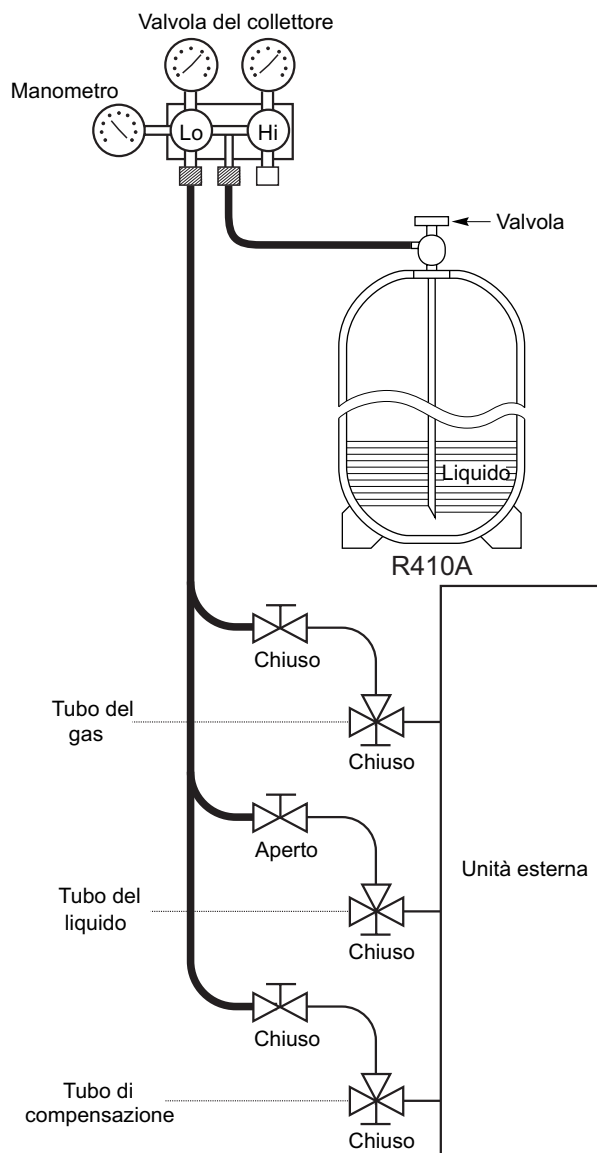

Fig. 1-5
- Caricare il refrigerante aggiuntivo (calcolato in base alla lunghezza del tubo del gas, come illustrato nella sezione 8 "Caricamento di Refrigerante Aggiuntivo") usando la valvola di servizio del tubo del gas. (Fig. 1-5).